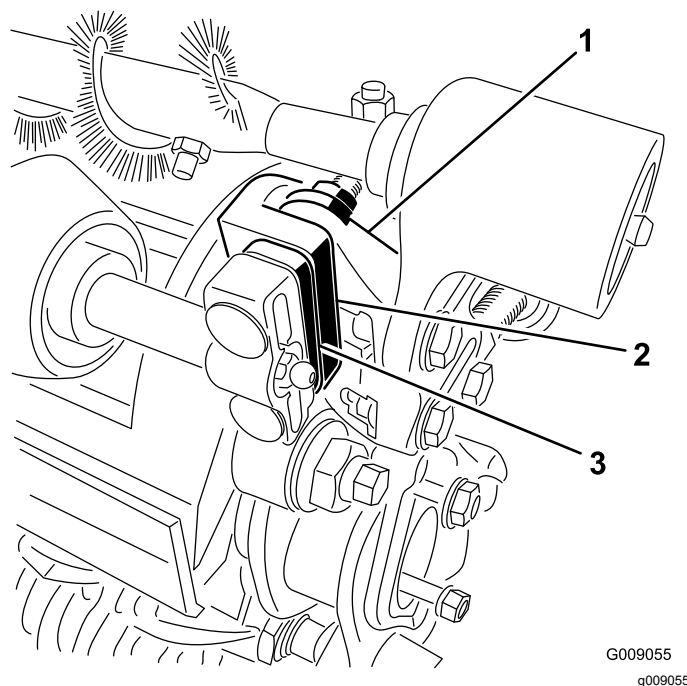

**Figura 24**
10. Posizionate le staffe di montaggio del gruppo spazzola per rulli sui bulloni della staffa del rullo (Figura 24). Fissate le staffe di montaggio del gruppo spazzola alle piastre laterali dell'apparato di taglio con i bulloni rimossi in precedenza.